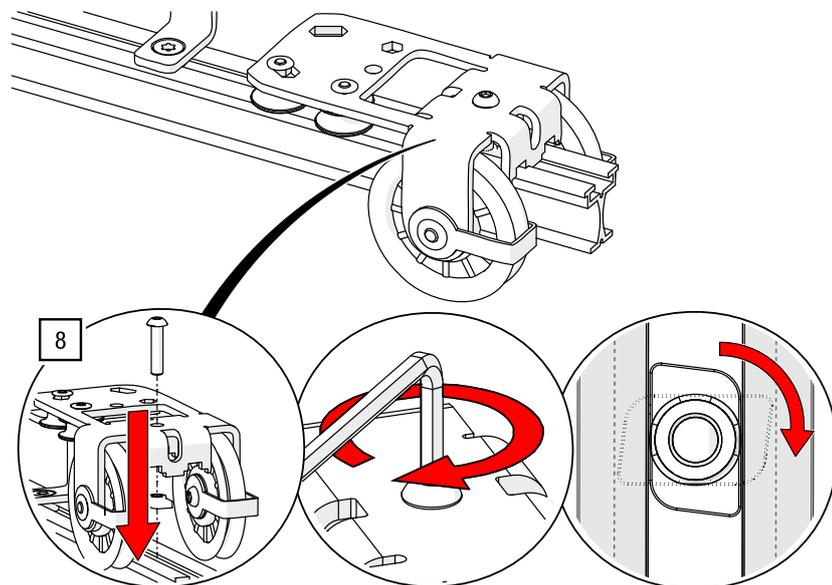

Abb. 93: Obenliegende Seilführung – Ableitrolle OSF montieren
8. Positionieren Sie die Ableitrolle an der gewünschten Position und montieren Sie diese mit einem ISK SW 5 und 27 Nm (siehe Abb. 93).
- Positionieren Sie die Ableitrolle an der gewünschten Position und montieren Sie sie mit einem TORX®-Schlüssel T40 und 27 Nm (siehe Abb. 93).